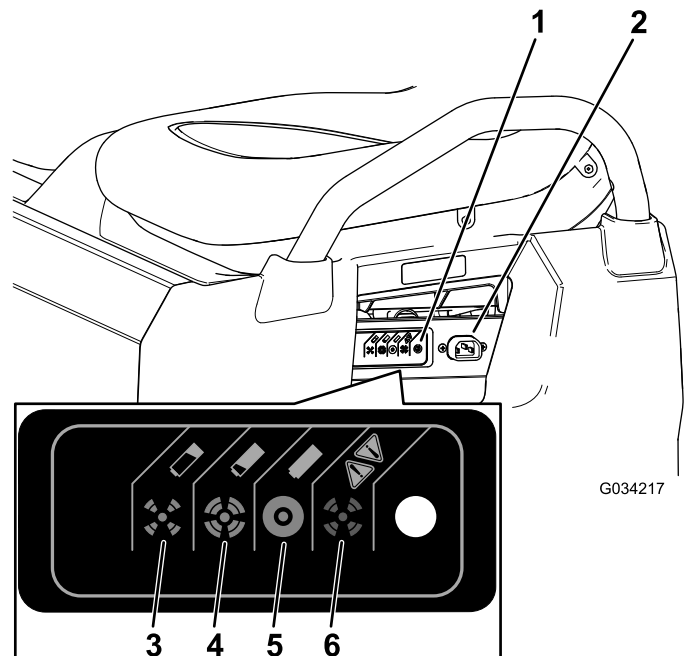

Figura 36
3. Conectați un cablu de alimentare cu diametrul de 1,29 mm (sau mai mare), cu o lungime maximă de 2,5 m, la priza mainii (Figura 36).
Consultați tabelul următor în Figura 36 pentru informații privind semnificația culorilor diferite ale luminii de stare a încărcătorului.